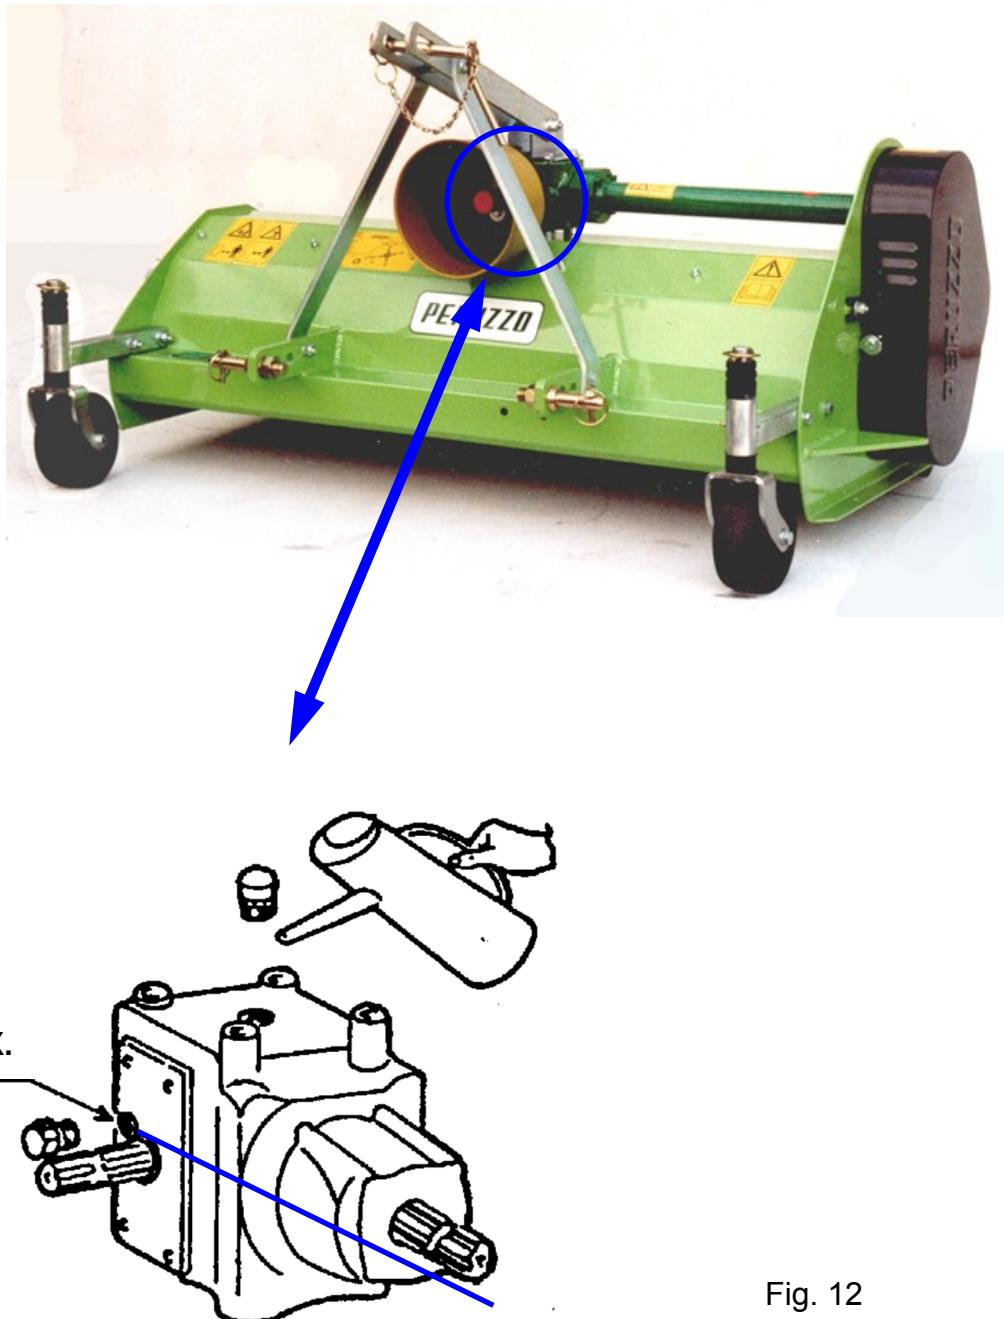

Fig. 12
- Controllare il livello olio del moltiplicatore per mezzo dell'apposito tappo. Vedi Fig. 12
See Fig. 12